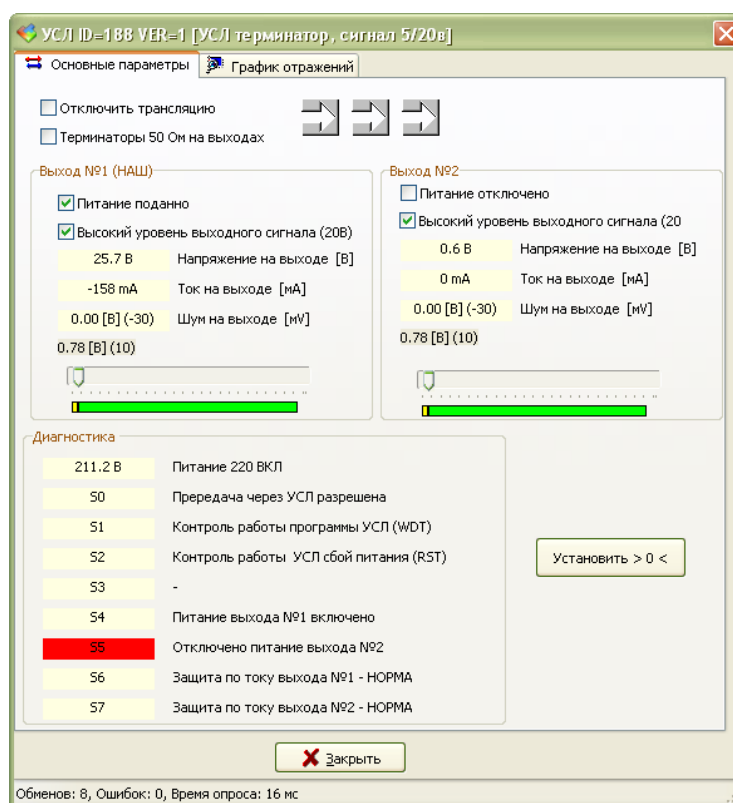

Рисунок 15 - Отключение питания выхода
- 5) Снять галочку «Питание подано» для выхода, в который не подключен БКД-М. Проверить появление сообщения, выделенного красным цветом: «Отключено питание выхода» (рисунок 15). При помощи вольтметра убедиться в отсутствии напряжения на отключенном выходе.